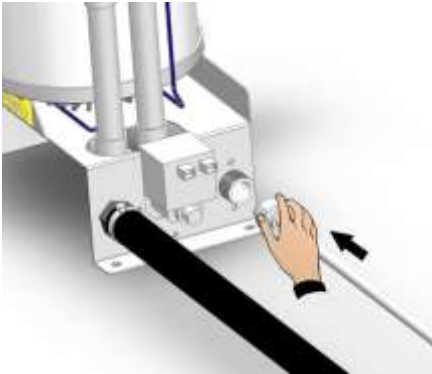

Fig. 21
4. Conecte la línea de carga del agua a la conexión $\frac{3}{4}$ GAS del la electroválvula (fig. 21 y 22).